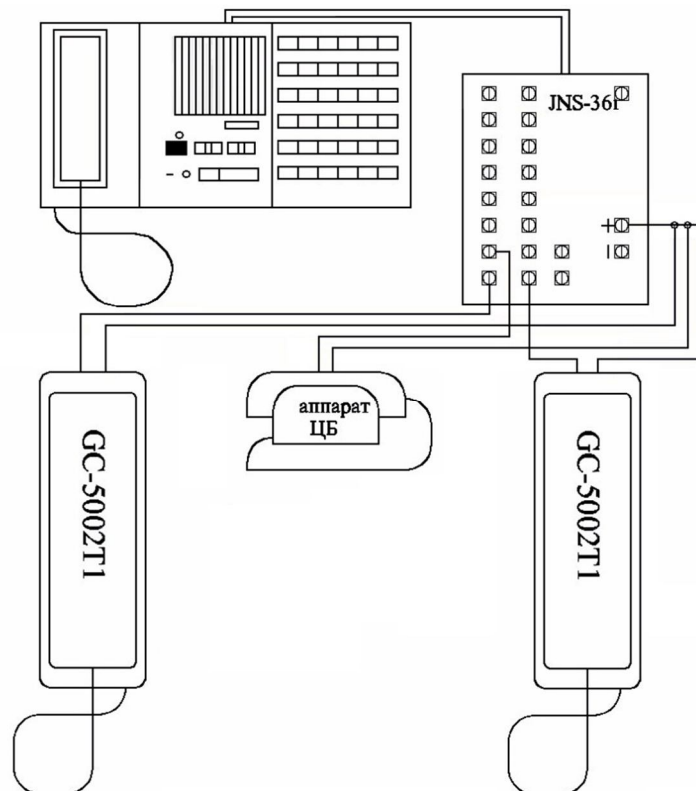

Рисунок 3.1. Общая схема подключения абонентских устройств к пульту
2.3. Абонентские устройства подключаются по двухпроводной схеме (см. рис.3.1).